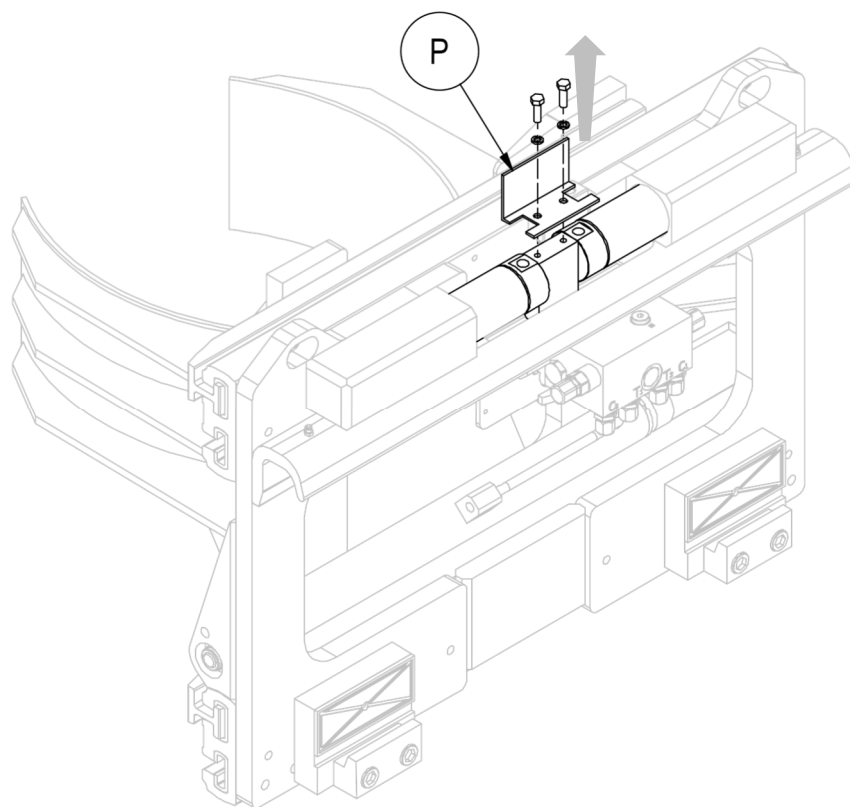
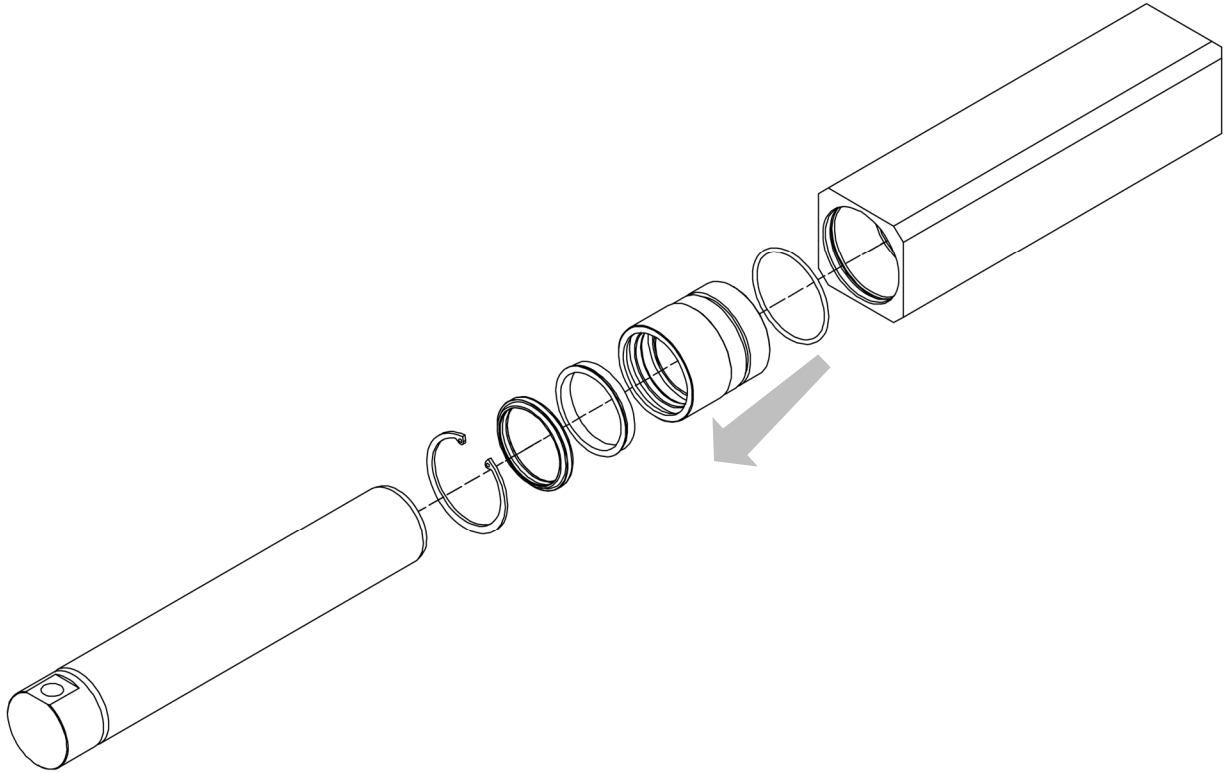

Figure 50
Figure 51
3. Retirer le double crochet après avoir retiré le pli de protection (P) avec les vis correspondantes (dans la phase de *Dépose de l'équipement du chariot*, ce passage a déjà été spécifié).
7. Prendre comme référence la *Figure 50* et la *Figure 51*.